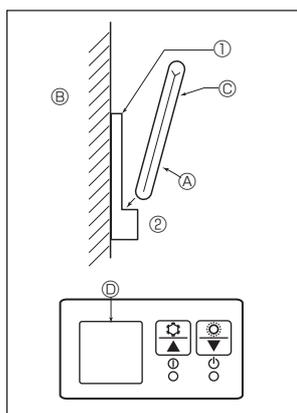

Fig. 6-7
2) Installasjonsmetode (Fig. 6-7)
① Fest fjernkontrollholderen til ønsket sted ved hjelp av 2 selvgjengende skruer.
② Plasser den nedre ende av kontrolleren inn i holderen.